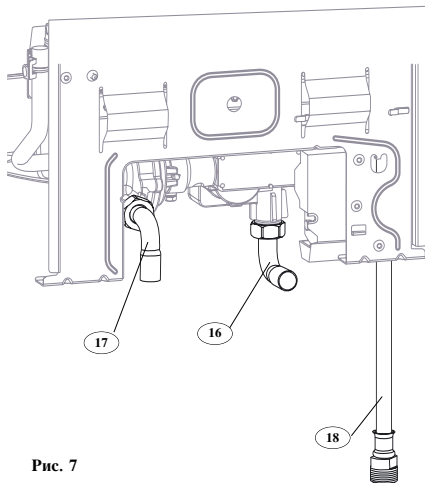

Рис. 7
Подключение природного газа (рис. 7):
Подключение газа бутана - пропана (рис. 7):
Подключение холодной воды (рис. 7):
- Одна изогнутая трубка (17) 14 x 0,75
Подключение горячей воды с помощью дюритового шланга, (18) (рис. 7), установленного на аппарате.
- Закройте кран подачи холодной воды (17) (рис. 7).